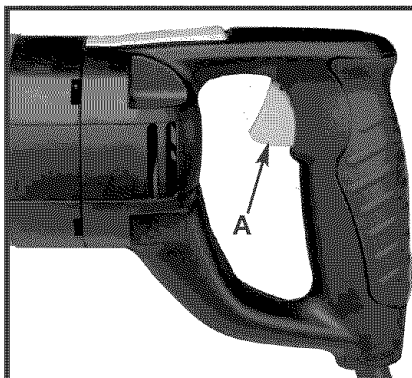

Fig. 15
2. Agarre firmemente la sierra, (vea la Fig. 13A ó Fig. 13B). Apriete el gatillo (interruptor) (A) Fig. 15, para poner el motor en marcha. Suelte el gatillo para parar el motor.
La sierra está equipada con un interruptor de control de velocidad variable (A), **Fig. 15** (0 a 2900 CPM). Tal como apriete el gatillo la velocidad de la segueta aumenta.